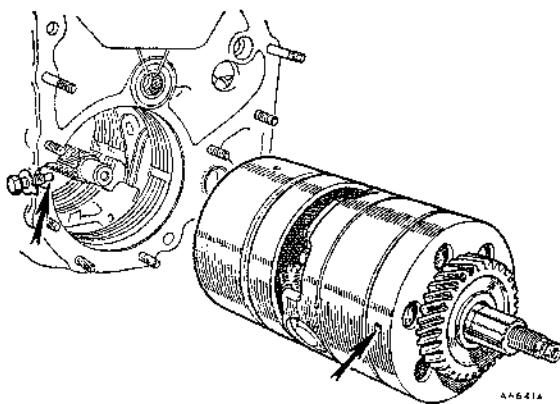

Fig. Fa.11
- (12) Sacar el perno pasador (Fig. Fa.11) y extraer el tren de engranajes que incluye el embrague de directa y de marcha atrás con su cojinete de empuje de agujas Torrington y la arandela de acero y el conjunto de la rueda libre de la primera velocidad.
tario), empleando solamente presión manual para empujarlo a su posición. Girando rápidamente el engranaje primario, se ayudará al engranado de las placas de fricción del embrague de directa y marcha atrás. Una vez correctamente montado el conjunto, el perno pasador entrará fácilmente en el soporte de la rueda libre (Fig. Fa.11).